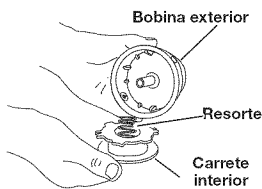

Fig. 15
2. Saque el carrete interior de la bobina exterior (Fig. 15).
3. Saque el resorte del carrete interior (Fig. 15).
2. Saque el carrete interior viejo de la bobina exterior (Fig. 15).
3. Saque el resorte del carrete interior viejo (Fig. 15).